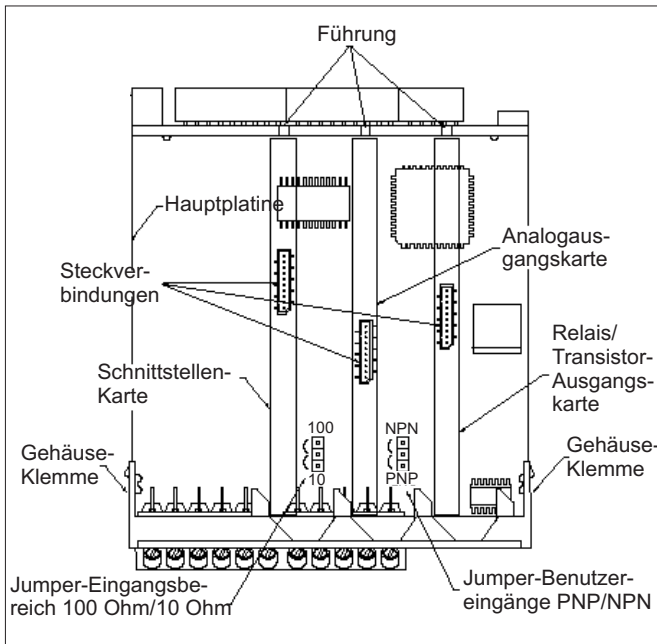

Bild 4.1: Ausgangskarten
Die Ausgangskarten haben feste Einbaupositionen. Die Steckverbinder der Karten sind so konstruiert, dass jede Karte nur auf eine bestimmte Position passt. Die Einbauposition der Karten ist aus Bild 4.1 ersichtlich.
2. Stecken Sie die Ausgangskarte auf den entsprechenden Steckplatz (siehe Bild 4.1).